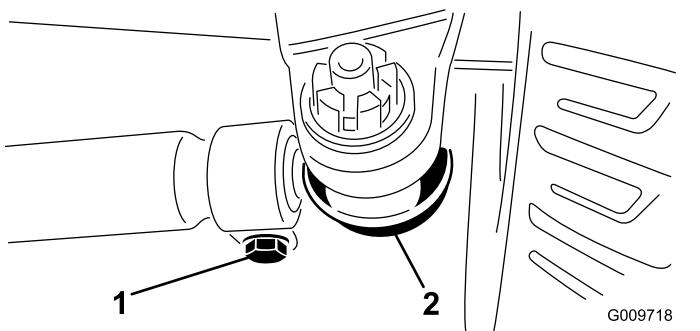

Figure 74
3. Pour le régler le pincement, retirez la goupille fendue et l'écrou de l'une des rotules de biellette (Figure 74).
5. Desserrez les fixations aux deux extrémités des biellettes (Figure 74).